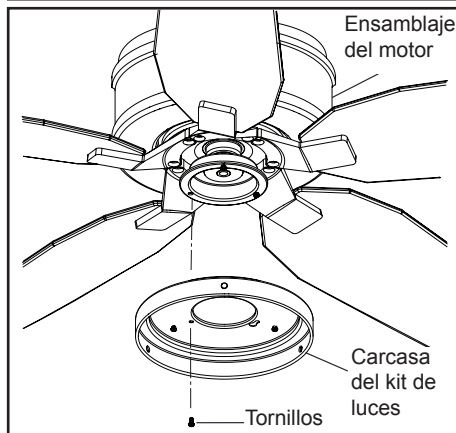

Figura 18
1. Afloja, pero no quites, dos de los tres tornillos de montaje del conjunto del motor del ventilador; retira un tornillo de montaje. (Figura 18)
2. Empuja la carcasa del kit de luces hasta el conjunto motor-ventilador de manera que las cabezas de los dos tornillos aflojados encajen en las ranuras tipo ojo de cerradura. Gira la carcasa del kit de luces hacia la derecha y aprieta los tornillos. Vuelve a instalar el tornillo que retiraste en el paso 1 y apriétalo firmemente. (Figura 18)